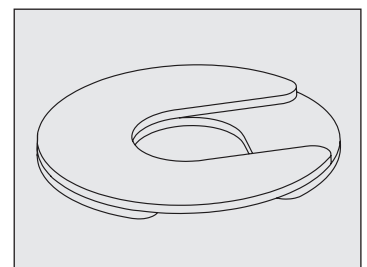

Fig. 10 Instale varias cuñas con ranuras desplazadas.
- Si se usa más de una cuña, asegúrese de que las ranuras de las cuñas estén desplazadas. Consulte la fig. 10.
- **NO** utilice más de cuatro (4) cuñas en una ruedecilla.